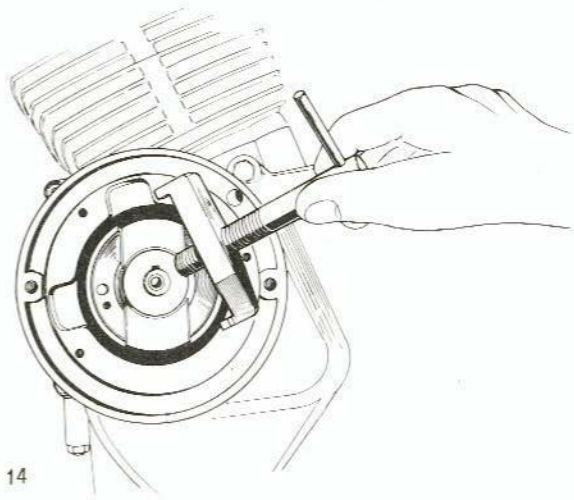

Fig. 14
- 4) Levare la vite di bloccaggio dalla flangia porta anticipo, quindi con un apposito estrattore (fig. 14) sfilare la flangia dal proprio albero.